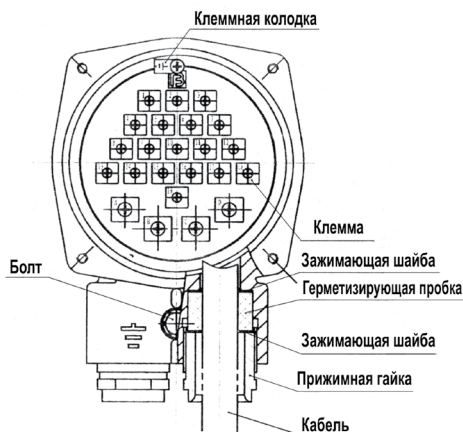

Рис. 7 Взрывозащищенная клеммная коробка
2. В полости взрывозащищенной клеммной коробки электропривода находятся соединительная колодка (Рис. 7) с клеммами, промаркированными цифрами и буквами.